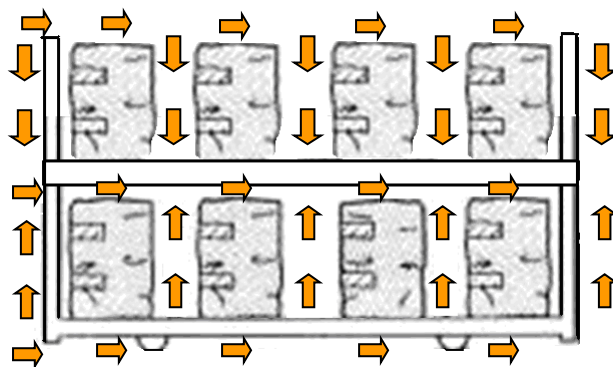

Figura 58
- B. Asegúrese que haya suficiente espacio entre cada envoltura para que corra un mejor flujo de aire Figura 58.